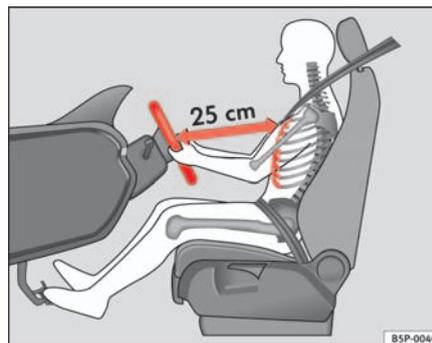

Fig. 128 Posición correcta del conductor
- Ajuste el volante hasta alcanzar la posición deseada ⇒ fig. 128.
- Ajuste el asiento del conductor o el volante de modo que quede una distancia mínima de 25 cm entre el volante y el tórax ⇒ página 162, fig. 128. ¡Si no respeta la distancia mínima, el airbag no le protegerá adecuadamente y corre peligro de muerte!